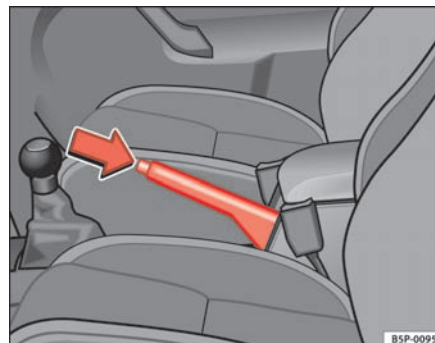

Fig. 146 Freno de mano entre los asientos delanteros
⇒ fig. 146.
- Tire ligeramente de la palanca hacia arriba, presione el botón de desbloqueo en la dirección de la flecha ⇒ fig. 146 y baje completamente la palanca. ⇒